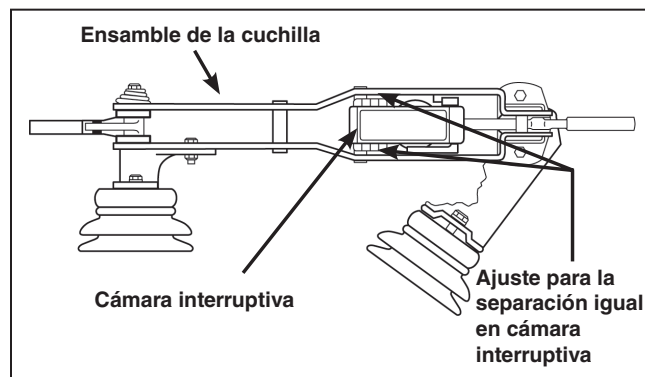

Figura 35. Las cámaras interruptivas yacen en un plano paralelo al ensamble de la cuchilla.
- La cámara interruptiva debe yacer en el plano paralelo al recorrido de las cuchillas, y las navajas deben pasar por encima de la cámara interruptiva con una separación aproximadamente igual en ambos lados. Vea la Figura 35.